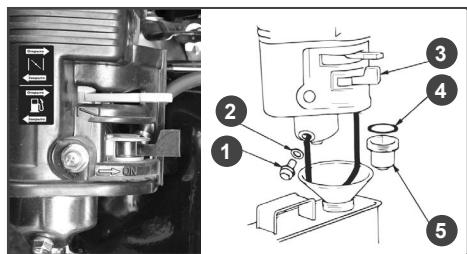

Рис. 16 Обслуживание
1. Установите топливный рычаг в положение «ЗАКРЫТО» Рис. 16.